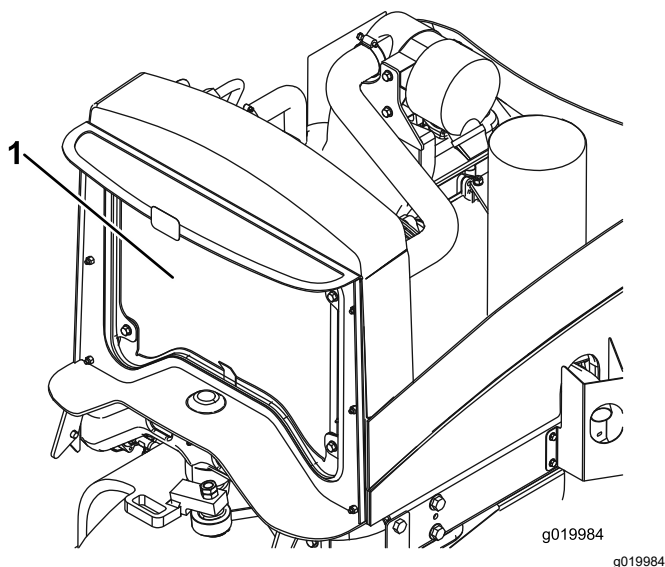

Figure 61
2. Nettoyez soigneusement les deux côtés du radiateur/refroidisseur d'huile à l'air comprimé (Figure 61).